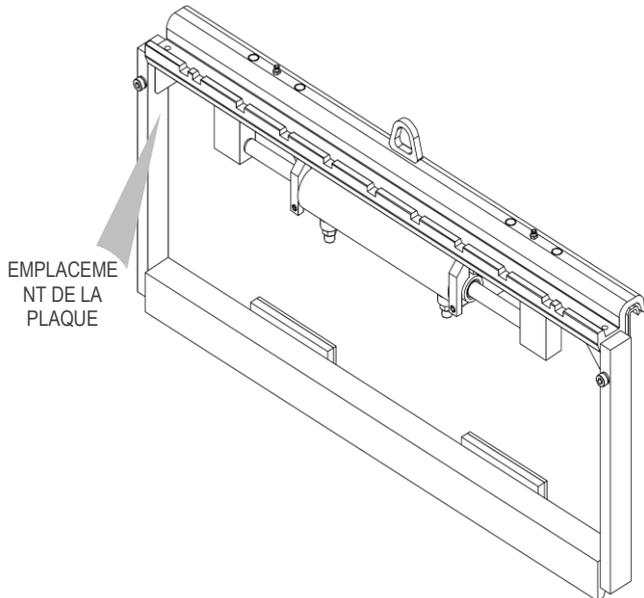
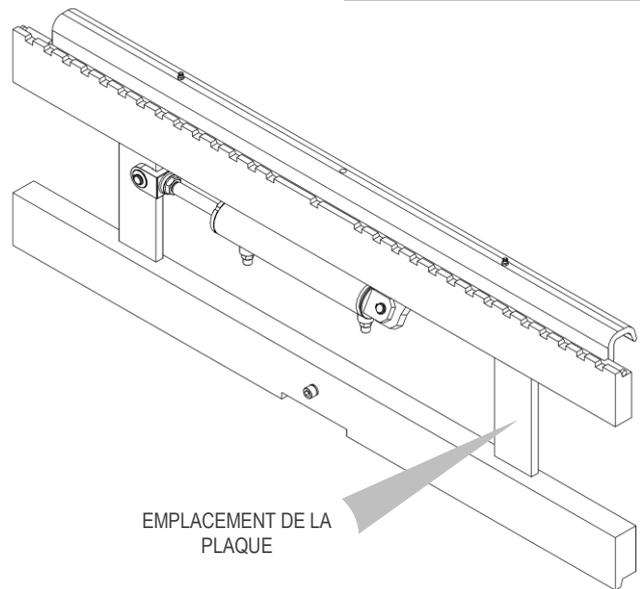

Figure 1
Figure 2
Tous les équipements A.T.I.B. – DÉPLACEMENT LATÉRAL TYPE 209 | 109 | 108 sont identifiés par une plaque signalétique adhésive (voir *Tableau 1*) positionnée sur l'équipement (voir *Figure 1, Figure 2*) ; toujours se référer au numéro de série.
6. Pour la manutention, utiliser des courroies ou des chaînes correctement dimensionnées par rapport au poids de l'équipement qui comme indiqué sur la plaque signalétique (voir *Figure 1* et *Tableau 1* en p.6).
10. Raccorder le circuit hydraulique en s'assurant que la pression de service des tuyaux est supérieure ou égale à la pression indiquée sur la plaque d'identification (voir *Figure 1* et le *Tableau 1* page 6).
6. Des courroies ou des chaînes de dimensions appropriées doivent être utilisées pour la manutention en fonction du poids de l'équipement indiqué sur la plaque signalétique (voir *Figure 1* et *Tableau 1* en p.6).